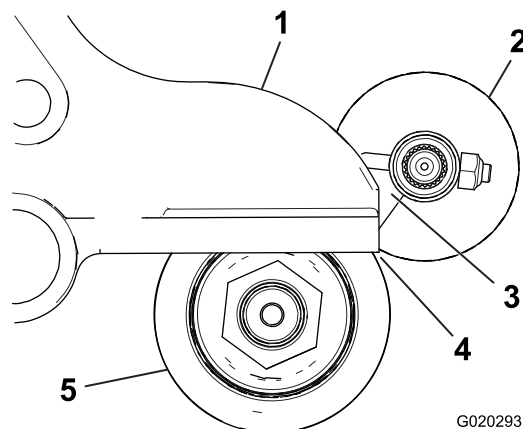

Figura 11
2. Coloque a escova do rolo de forma a que fique em ligeiro contacto (ou seja, apenas tocando ou apoiando) com o rolo traseiro (Figura 11).